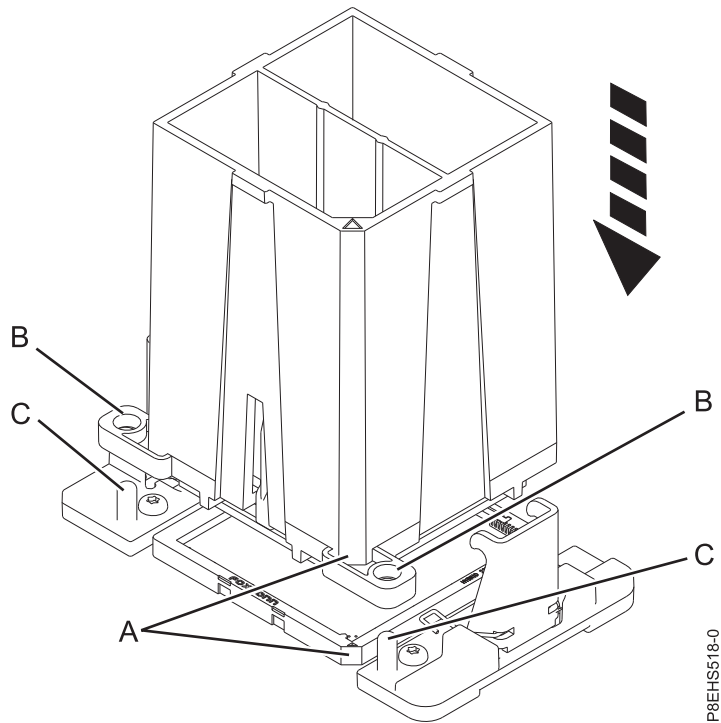

Figure 75. Installation du module processeur système
- b. Abaissez l'outil et le module processeur système sur le support. Alignez l'angle biseauté (A) de l'outil avec l'angle biseauté du support. Assurez-vous que les deux broches de guidage (C) s'insèrent dans les trous d'alignement (B) de chaque côté de l'outil. Prenez soin d'abaisser l'outil uniformément sans l'incliner. Voir figure 75, à la page 78.